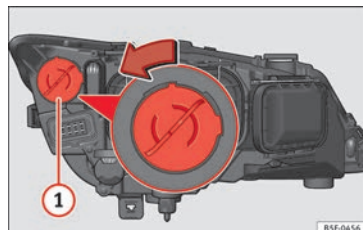

Abb. 207 Tagfahrleuchte.
- Drehen Sie den Lampenträger »» Abb. 207 ① nach links und ziehen Sie.